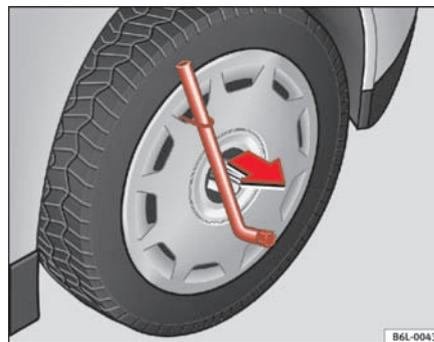

Fig. 140 Retirar embellecedor integral
- Retire el embellecedor integral de la rueda con el gancho de alambre. ⇒ fig. 140.